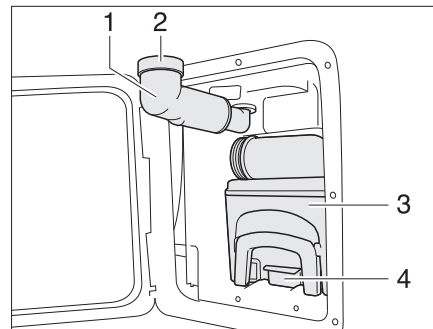

Bild 141 Thetford-kassett
- Fäll ut påfyllningsöppningen för färskvatten (Bild 141,1).
- Tag av skruvlocket (Bild 141,2).